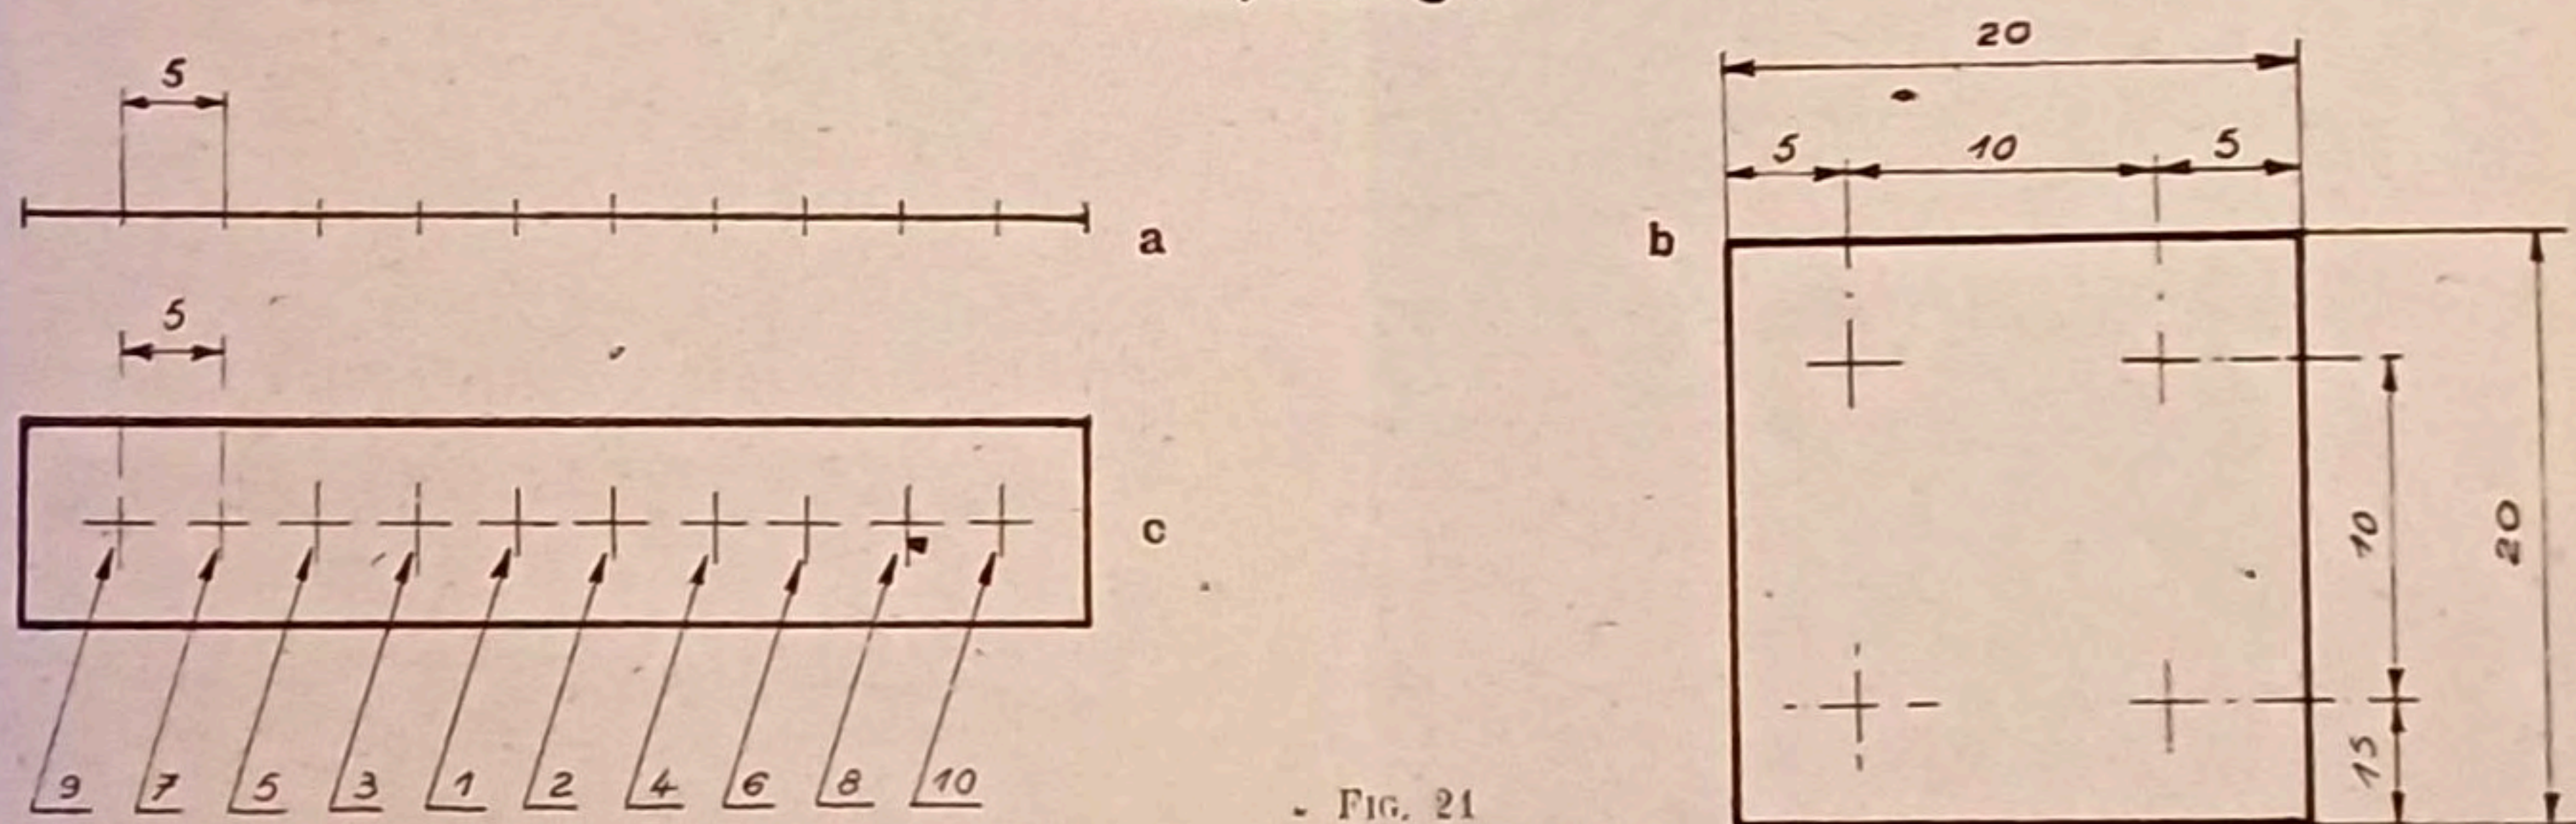

FIG. 21
b) Deux plaques de 20 x 20 x 30/100 après tracé. Les trous doivent être rigoureusement superposés (voir fig. 21 a et b).
c) River deux bandes de 10 x 100. Partir du centre de la pièce et aller alternativement vers chaque extrémité (voir fig. 21 c).